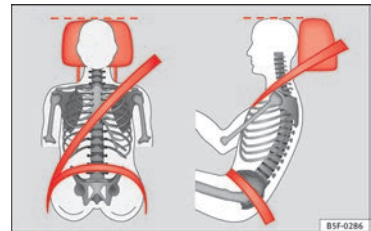

Abb. 76 Richtig eingestellte Kopfstütze von vorne und seitlich betrachtet.
– Stellen Sie die Kopfstützen so ein, dass sich die Oberkante der Kopfstütze möglichst auf einer Linie mit dem oberen Teil des Kopfes, jedoch nicht niedriger als Augenhöhe befindet » » **Abb. 76.**